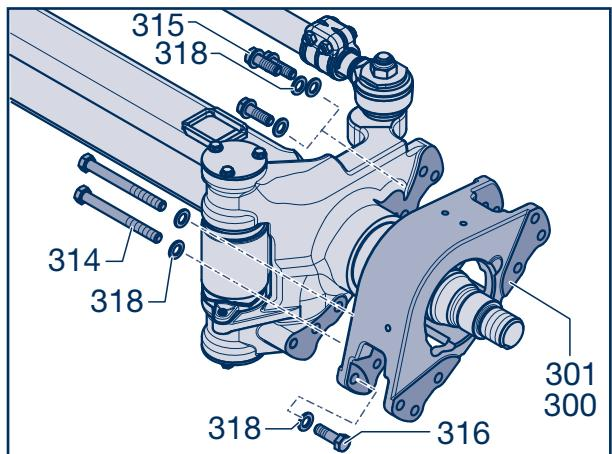

Fig. 2
☞ Bei Ausführung mit B-Nabe muss zwischen der Scheibenbremse und dem Lenkschenkel ein Halter montiert werden (Fig. 2).
- [1] Anlageflächen Bremsträger / Halter / Bremssattelträger reinigen (Fig. 2). Diese müssen sauber, farb- und fettfrei gehalten werden.
- [2] Halter (300, 301) mit einer Passschraube (316) und Scheibe (318) lose am Bremsträger befestigen (Fig. 2).
- [3] Halter (300, 301) mit neuen Zylinderschrauben (314, 315) und Scheiben (318) am Bremsträger verschrauben und alle Schrauben mit 300 Nm (280 - 330 Nm) festziehen (Fig. 2).
- [4] Bremssattelträger am Halter (300, 301) mit neuen Schrauben (315) und Scheiben (318) montieren.